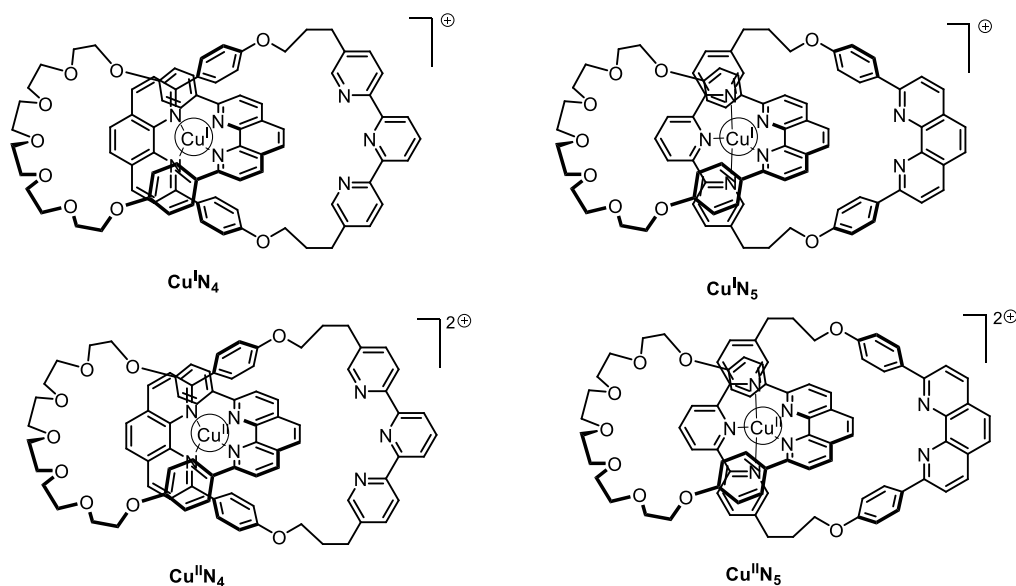

Fig. 2 – Estados del [2]catenano **L**
11. **Rellena** los recuadros con borde continuo utilizando la designación de los complejos involucrados en la Fig. 2. **Completa** los de borde punteado con la secuencia para alcanzar el control electroquímico del sistema utilizando la notación siguiente :  (rotación); $+ e^-$; $- e^-$.